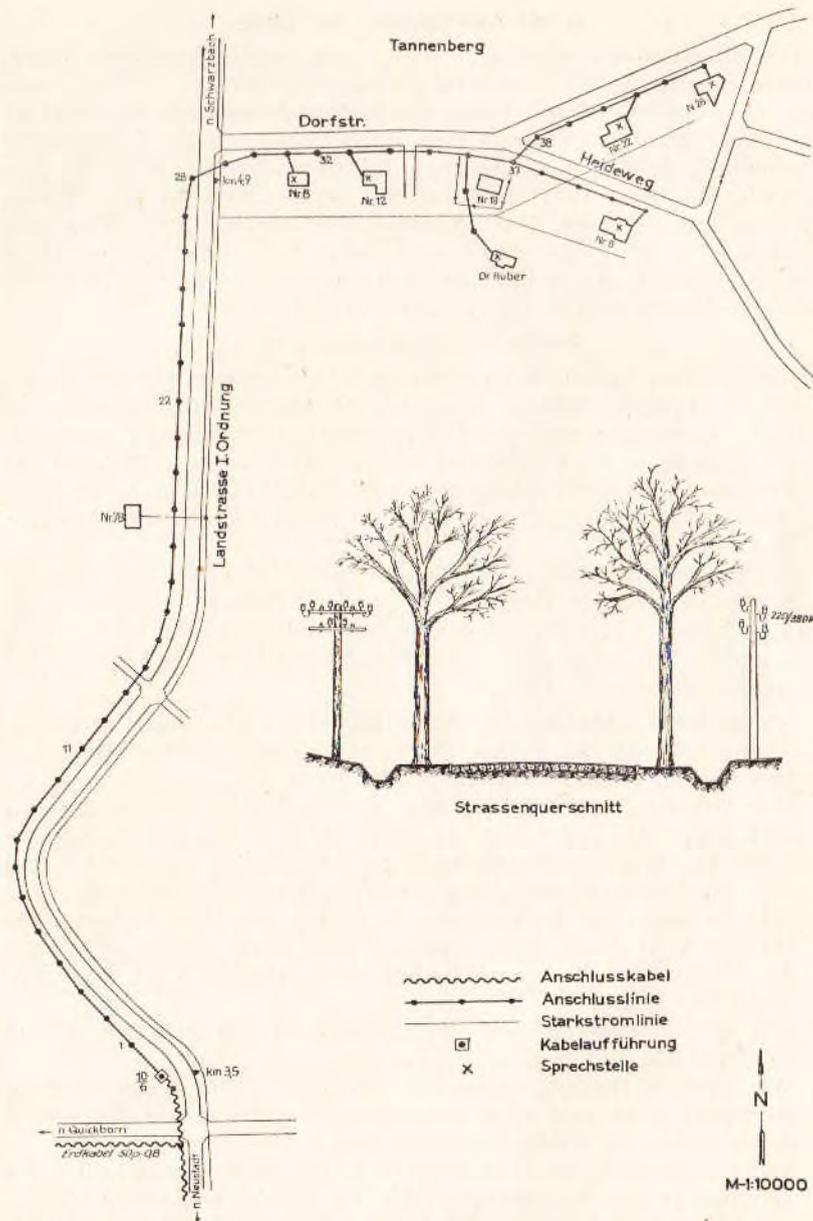

Abb. 1 Verlauf der neuen Fernsprechlinie
Die Abb. 1 zeigt den Verlauf der neuen Fernsprechlinie. Ausgangspunkt ist die bei km 3,5 an der Landstraße von Neustadt nach Schwarzbach neu zu errichtende Kabelaufführung (KA). Wir wollen hier aus dem nach Quickborn verlaufenden 50paarigen Anschlusskabel 10 Reserveadern hochführen. Die Straße ist 8 m breit. Auf beiden Seiten stehen Bäume. Da auf der östlichen Straßenseite eine Starkstromlinie verläuft, müssen wir die andere Seite benutzen. Das ist wegen der in dieser Gegend vorherrschenden Westwinde günstig. Auch ist jenseits des Grabens auf einem etwa 2 m breiten Rasenstreifen Platz zum Aufstellen der Masten und zum Anbringen von Anker und Streben.